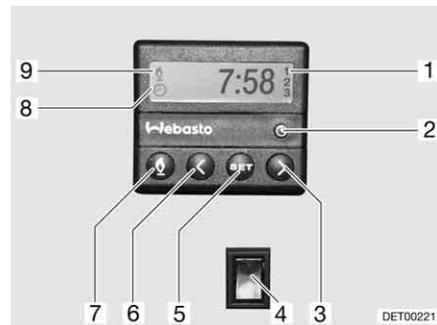

Fig. 154 Unidad de mando para la calefacción auxiliar
- Pulsar la tecla (Fig. 154,7). El funcionamiento de la calefacción se indica con el símbolo (Fig. 154,9). El ventilador apenas se conecta con una temperatura del agua de refrigeración de 30 °C.
- Pulsar la tecla (Fig. 154,7). Se apaga el símbolo (Fig. 154,9).
- Pulsar el interruptor (Fig. 154,4) por abajo. Se precalienta el motor. El ventilador se conecta inmediatamente.
- Pulsar el interruptor (Fig. 154,4) por arriba. El motor permanece frío.
- Pulsar la tecla (Fig. 154,2). El ajuste de la hora se indica con el símbolo (Fig. 154,8).
- Ajustar la hora con las teclas (Fig. 154,3 y 6).
- Pulsar la tecla (Fig. 154,5).
- Ajustar en 10 segundos el tiempo de conexión con las teclas (Fig. 154,3 y 6).
- Pulsar la tecla (Fig. 154,5) tantas veces como sea necesario hasta que aparezca en el display el número de programación (Fig. 154,1).